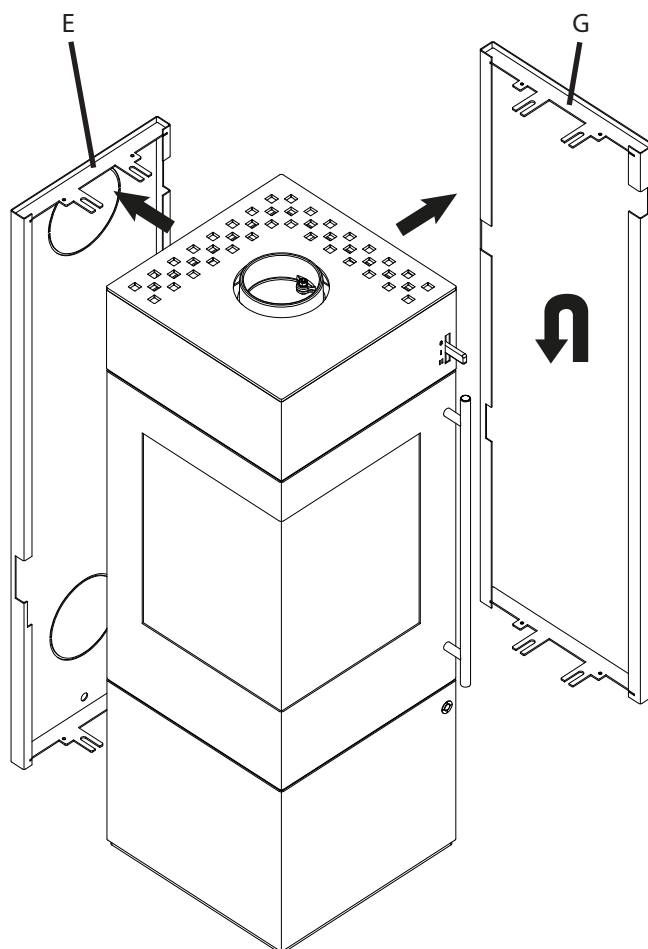

Fig.3
- Ôter la paroi arrière (E) et la paroi latérale (G) et intervertir (voir Fig.3+4).